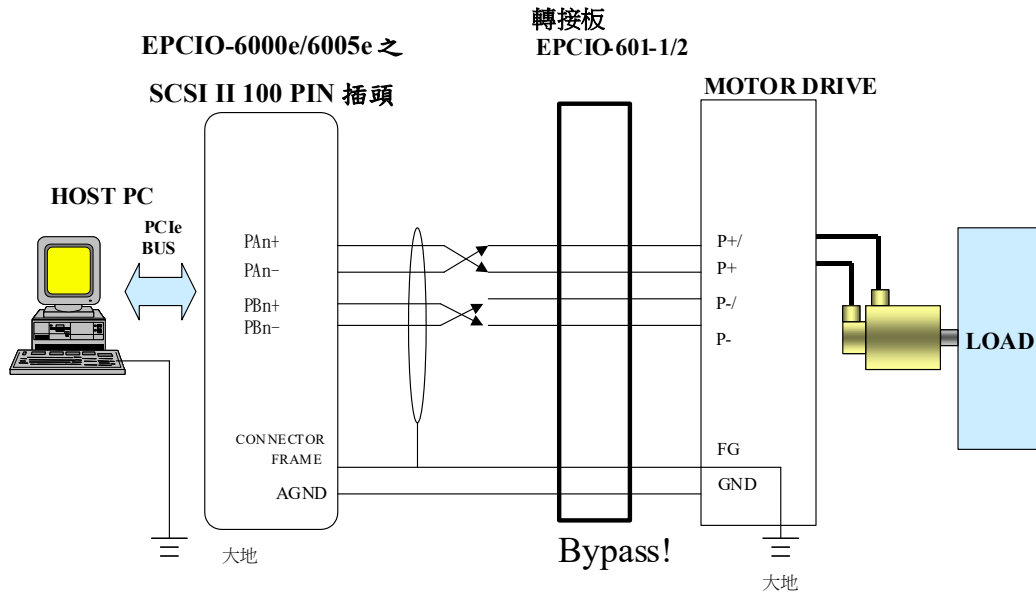

Fig.3-7
- 使用轉接板 EPCIO-601-1/2 於開迴路控制時, 其作用為 Bypass 訊號, 如 FIG3-7。關於大地, AGND, GND, 對絞線, 隔離網請參考 3.3.1。